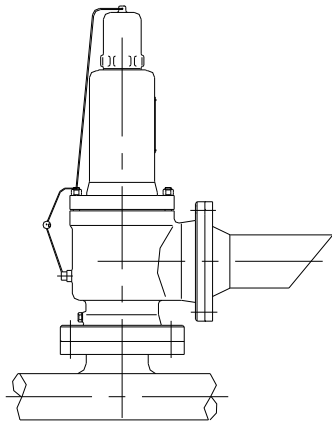

图1 用于空气或其他气体
(1) 排放管的内径应大于安全阀的出口通径，以免造成过大的背压力影响安全阀动作，对于不同介质的安全阀排放管的装设形式也有所不同（见例图 1、2、3）。